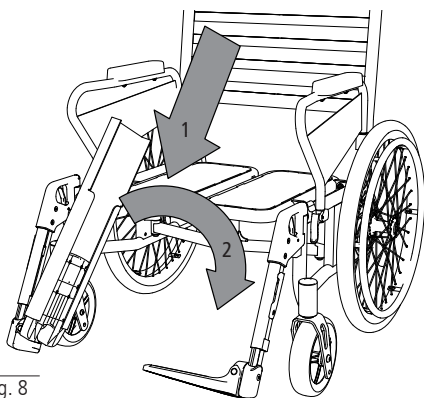

fig. 8
2. Sæt fodbrættet helt ned på den opklappede fodplade (1, fig. 8), og sving derefter fodbrættet ned (2, fig. 8), indtil fordybningen på den modsatliggende side dækker fodplade helt.